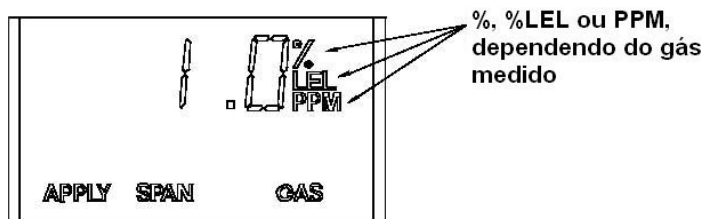

Figura 2-5. Indicador APPLY SPAN GAS
5. Durante uma calibração regular, o Monitor Ultima Série X começa automaticamente a contagem regressiva de *span* depois de um ajuste de zero bem-sucedido na unidade. A contagem regressiva do *span* é de 30 segundos (Figura 2-5)